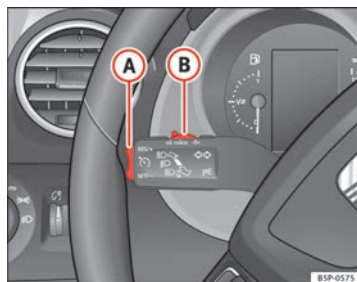

Fig. 153 Levier des clignotants et des feux de route : commande et touche basculante pour régulateur de vitesse
- Lorsque la vitesse à mémoriser est atteinte, appuyez une fois brièvement sur la partie inférieure **SET/-** de la commande à bascule ⇒ fig. 153 **A**.